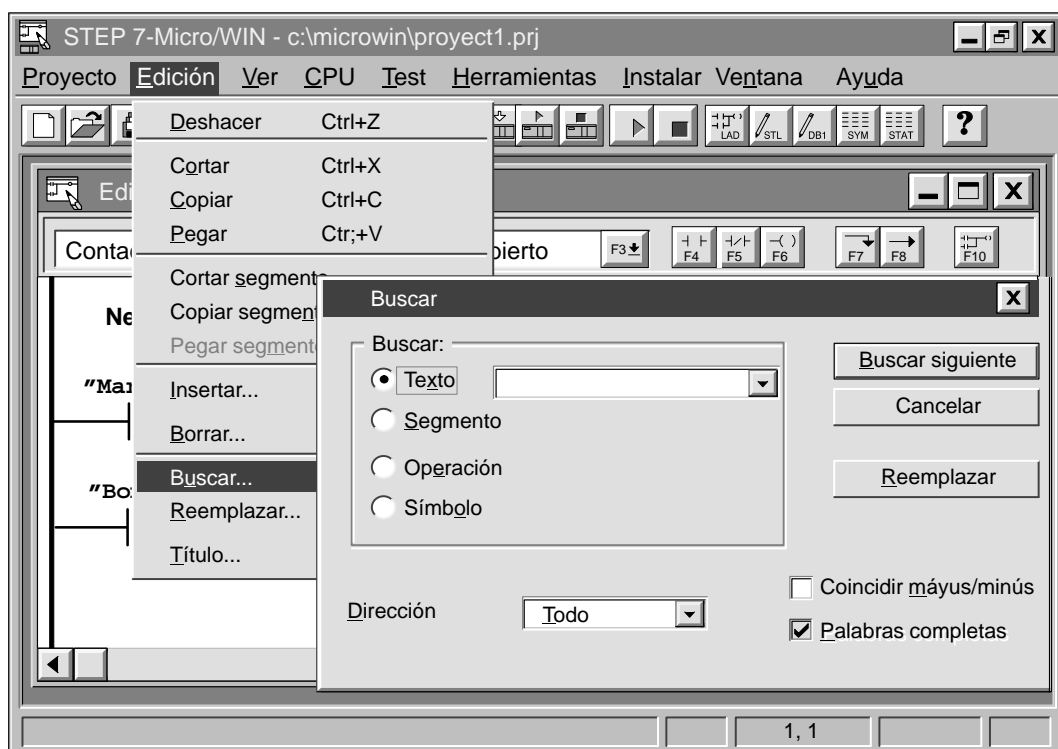

Figura 5-21 Cuadro de diálogo "Buscar"
1. Elija el comando de menú **Edición ► Buscar....** La figura 5-21 muestra el cuadro de diálogo "Buscar".